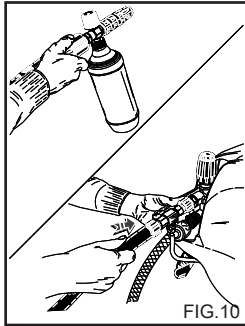

FIG.10
BRUK AV SETT FOR VASKEMIDDELOPPSUGING (fig. 10). (Ekstraustyr)
- 2) Fjern forlengelsen fra håndtaket og sett inn dobbeltlansen eller lansen med regulerbart hode, start høytrykksvaskeren og kommandoen for oppsuging av vaskemiddelet på lansen (fig. 10 - 12) og sprut på overflaten som skal vaskes nedefra og opp. La virke i noen minutter.